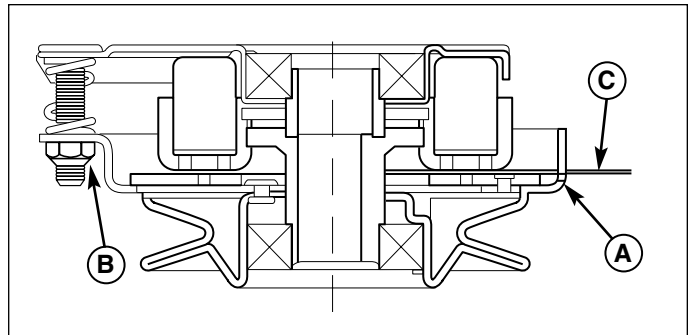

Abbildung 35. Einstellung Zapfwellenkupplung
3. Wie in der Abbildung gezeigt, durch jedes Fenster eine 2,5 mm - 4 mm Fühlerlehre (C) zwischen der Stirnseite des Rotors und der Stirnseite der Befestigung einführen (Abb. 35).